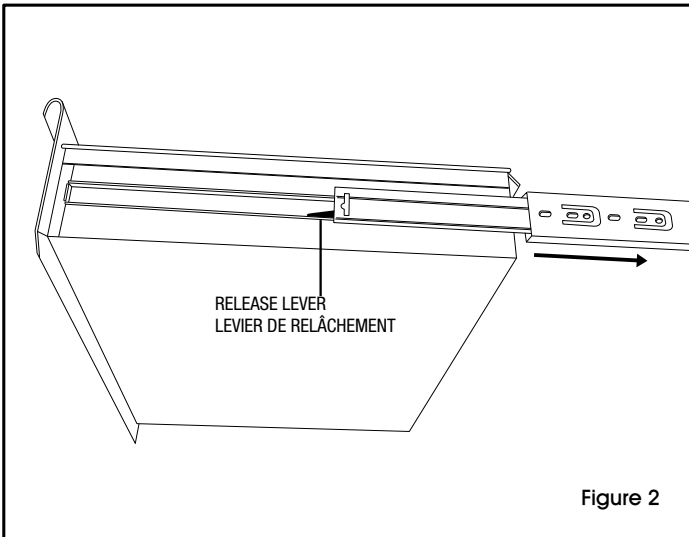

Figure 2
1. Remove drawer slides from the outsides of the drawer. Press the drawer slide release lever to remove slides completely. (See Figure 2)
Retirer les glissières de tiroirs de l'extérieur du tiroir. Appuyez sur le levier de relâchement pour retirer les glissières complètement. (Voir la figure 2)